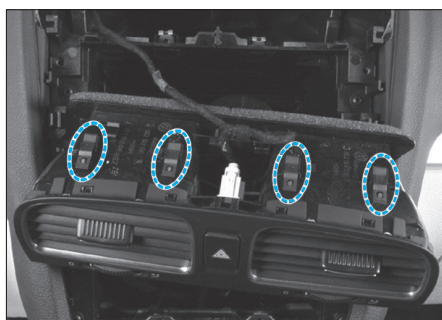

Fig. 11
- le diffuseur d'air central puis débrancher le connecteur des feux de détresse (Fig.11),